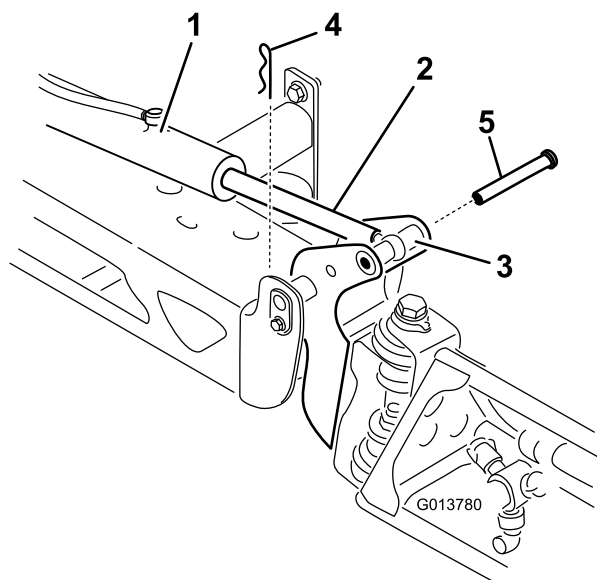

Figura 71
2. Staccate la coppiglia dal perno con testa (Figura 71).
3. Sollevate la sezione, rimuovete il perno con testa e lentamente abbassate a terra la sezione (Figura 71).
7. Supportando la sezione di irrorazione, inserire il perno con testa attraverso il perno della barra e l'asta dell'attuatore (Figura 71).